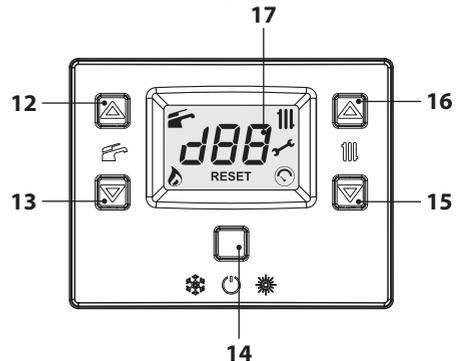
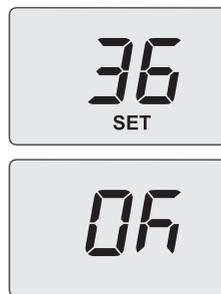

Figura 5.49
Figura 5.52
- Entrare in "modalità programmazione" premendo contemporaneamente per 10 secondi i tasti 14-15-16 (Figura 5.49) fino a far apparire sul display LCD le lettere **Pr** che si alternano al numero del parametro **01**, indicanti l'entrata nel "parametro 01" (Figura 5.50).
- Utilizzando i tasti 12 o 13 è possibile modificare il valore del parametro 10 da **00=0s** a **100=500s** (ogni aumento o diminuzione di una unità sul display corrisponde a 5 secondi). Es. 36=180 secondi. Sul display compare la scritta **"SET"** (Figura 5.52).
- Premendo il tasto 14 (Figura 5.49) si ottiene la conferma del valore inserito. Sul display appare per 3 sec. la scritta **"Ok"** (Figura 5.52), per poi visualizzare la lista dei parametri.
- Per uscire, premere il tasto 14 (Figura 5.49) e togliere l'alimentazione elettrica.